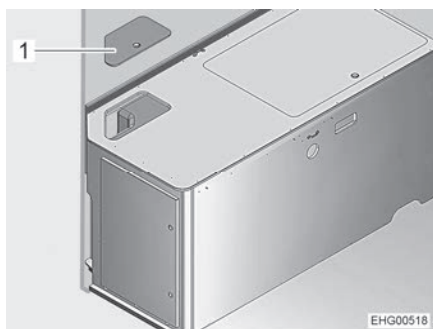

Bild 162 Sänglåda vänster
- Ta av servicelucka (Bild 162,1).